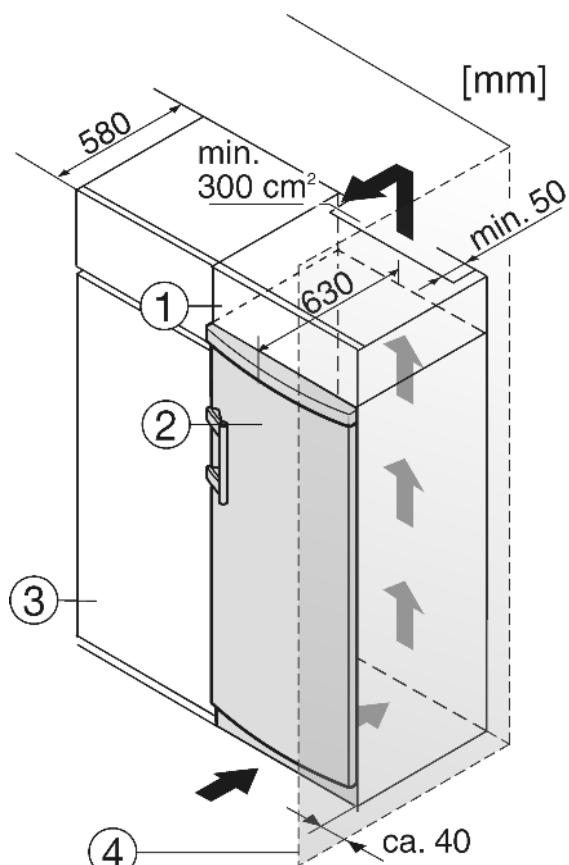

Fig. 9
- (1) Дополнительный шкафчик
- (2) Устройство
- (3) Кухонный шкаф
- (4) Стенка
Устройство может быть окружено предметами кухонной обстановки. Чтобы уравнять устройство *Fig. 9 (2)* по высоте с кухонной стенкой, можно установить над устройством соответствующий дополнительный шкафчик *Fig. 9 (1)*.
При комбинировании с обычными кухонными шкафами (глубина макс. 580 мм) устройство можно установить непосредственно рядом с кухонным шкафом *Fig. 9 (3)*. Дверь устройства выступает по сторонам на 34 мм и по центру устройства на 50 мм относительно передней стенки кухонного шкафа. Поэтому ее можно свободно открывать и закрывать.
Если устройство установлено на шарнирах у стены *Fig. 9 (4)*, то расстояние между устройством и стеной должно быть не менее 40 мм. Настолько выступает ручка при открытой дверце.